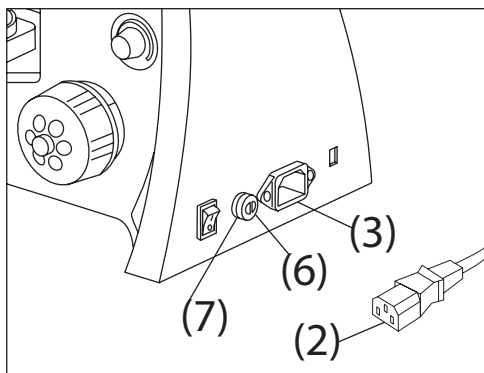

Figura 13.
Recuerde colocar el interruptor principal (1) (Figura 10) en la posición “O” (APAGADO) y desenchufar el cable de alimentación antes de reemplazar el fusible. Gire el fusible (6) para extraerlo del portafusibles (7) con un destornillador plano, reemplácelo por uno nuevo y vuelva a colocarlo en su portafusibles (Figura 13).